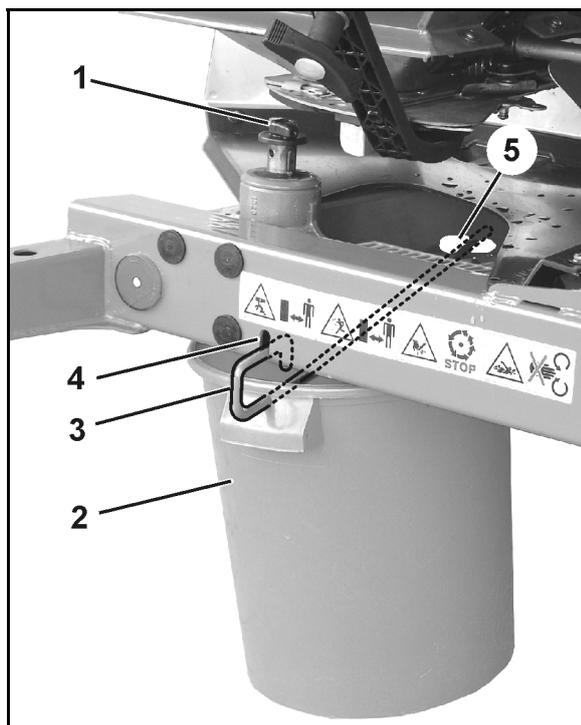

Fig. 50
- 2.1 Desenroscar el tornillo de mariposa (Fig. 50/1) que sujeta el disco de dispersión y extraer el disco del eje del engranaje.
3. Colgar el recipiente colector (Fig. 50/2) por medio del gancho (Fig. 50/3) en los soportes (Fig. 50/4 y Fig. 50/5) del bastidor.